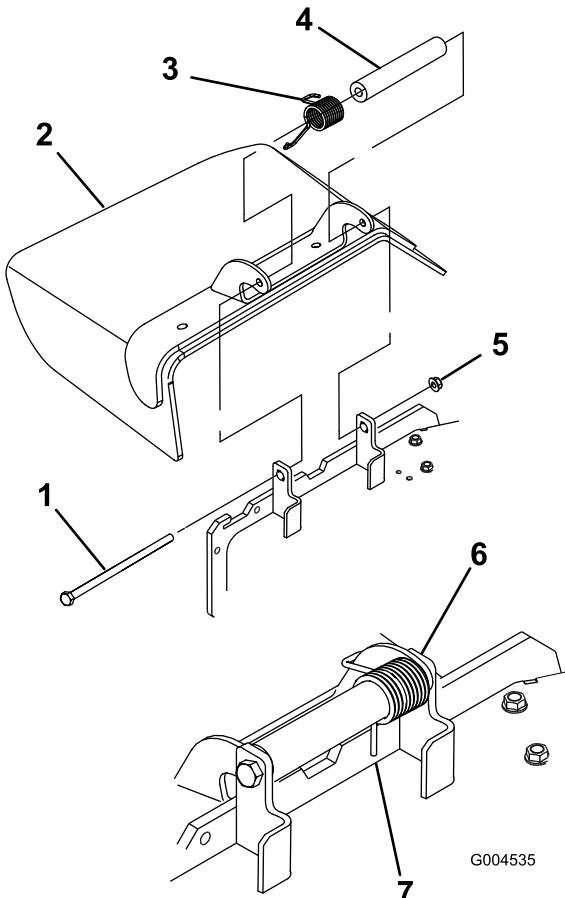

Figura 60
1. Retire la contratuerca, el perno, el muelle y el espaciador que sujetan el deflector a los soportes de pivote (Figura 60). Retire el deflector de hierba dañado o desgastado.
3. Instale el perno y la tuerca. Coloque el extremo del muelle alrededor del deflector de hierba (Figura 60).
Nota: Asegúrese de colocar el extremo del muelle detrás del reborde de la plataforma antes de instalar el perno, según se muestra en Figura 60.